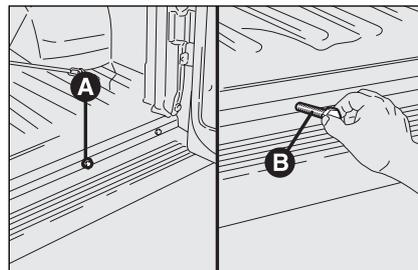

Abb. 6
- Bei Kastenwagen die Hintertür der Ladefläche um 180° öffnen, und den Verschluss von der Öffnung **A**, **Abb. 6** für die Einführung der Verlängerung **B**, **Abb. 6** und des Betätigungsschlüssels **C**, abziehen;
- Die Verlängerung **B**, **Abb. 6** in die Öffnung einführen;